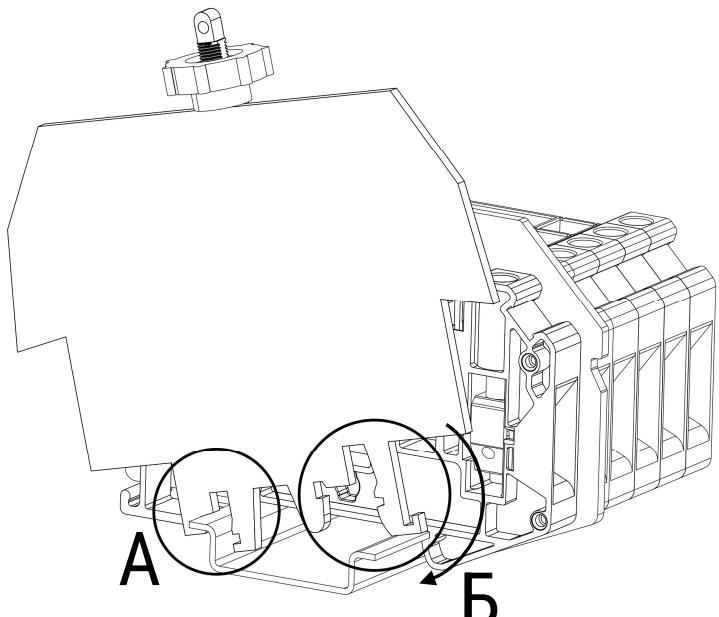

Рисунок 85 – установка держателя защитного профиля
- Заведите держатель защитного профиля в зацепление с монтажной рейкой (рис. 85, положение «А»);
- Защелкните держатель защитного профиля на монтажной рейке (рис. 85, положение «Б»).